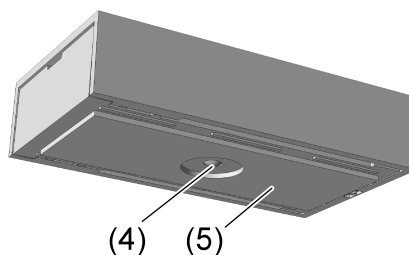

рисунок 7: Нижняя сторона корпуса с клейким ковриком
- Разместить клейкий коврик (5) на нижней стороне корпуса (рисунок 7). Для этого снять с одной стороны защитную пленку, наложить на нижнюю сторону корпуса датчика и плотно прижать. При этом нельзя клеить световод (4) для измерения яркости.